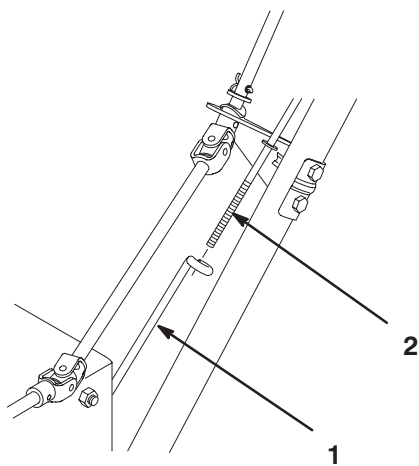

Figure 3
3. Tenez le côté gauche de l'ensemble mancheron en position de montage et insérez la tige de traction supérieure dans la boucle de la tige de traction inférieure (Fig. 3).